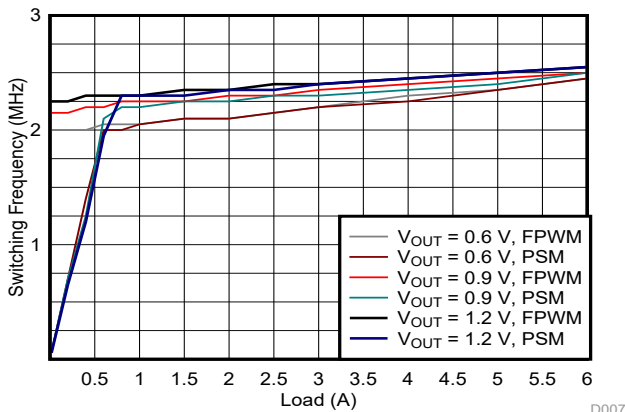
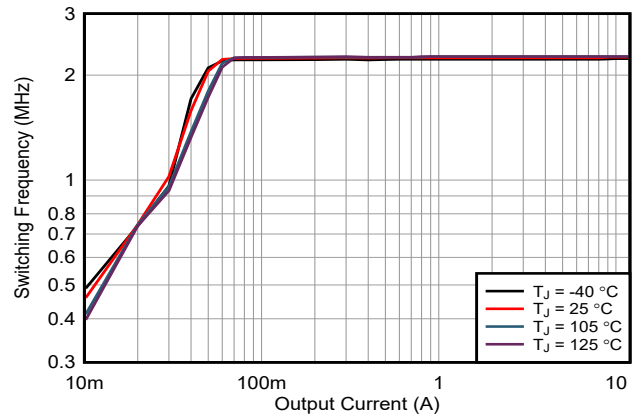

图 4. 采用 DCS-Control 的 TPS62869 的开关频率变化。
图 5. 采用固定频率 DCS-Control 的 TPSM8287A12 电源模块的开关频率变化。
图 4 和图 5 比较了应用中开关频率的实际变化与负载电流间的关系。这两款器件都支持省电模式，在负载电流较低时（两幅图的左侧）频率降低。在 PWM 模式下运行（电流较大）时，固定频率 DCS-Control 的开关频率得到精确控制，而 DCS-Control 的开关频率则会随着负载的增加而略有提高。在强制 PWM 模式下（未显示），固定频率 DCS-Control 可在空载时保持恒定频率。
**图 4 和图 5** 显示了省电模式下频率降低的差异。固定频率 DCS-Control 在负载低于大约 60mA 时降低频率，而 DCS-Control 器件在大约 500mA 时开始降低频率。虽然不同器件和工作条件的这些电流值不尽相同，但固定频率 DCS-Control 器件在负载电流较低时仍能保持开关频率，从而降低纹波。